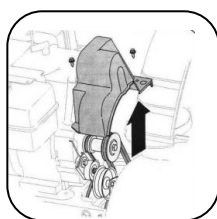

Рис.10
- Снимите кожух ремня спереди двигателя, закрепленного двумя винтами. См. Рис. 10